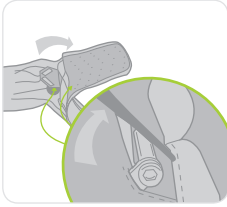

Afb. 8
- Zorg dat de ontgrendelingskoordgeleider niet beschadigd is (zie Afb. 8).